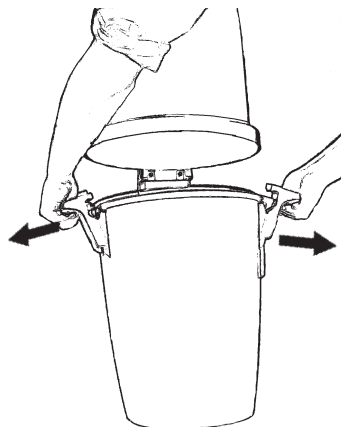

Fig. 20
1. Løsn de to håndtag, der klemmer på støvbeholderen. Løsn dem ved at trække håndtagene udad og væk fra beholderen. Fig. 20.